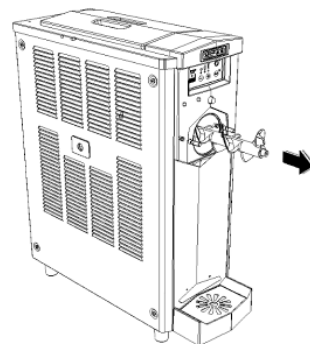

Fig. 12
- Rimuovere l'albero a coclea (Fig. 12).